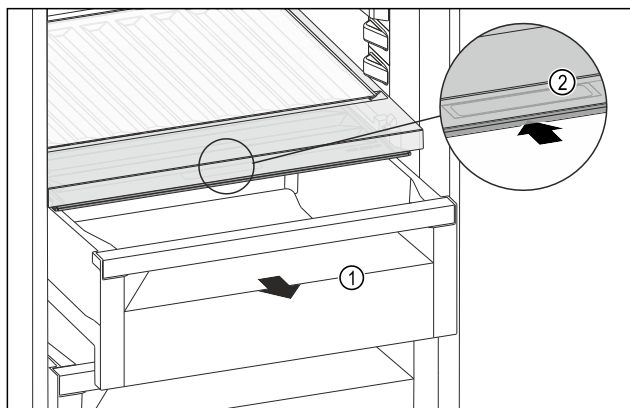

Fig. 159
- Izvucite ladicu Fig. 159 (1).
- Primite ručku Fig. 159 (2) na poklopcu pretinca i istodobno povucite poklopac pretinca prema natrag.